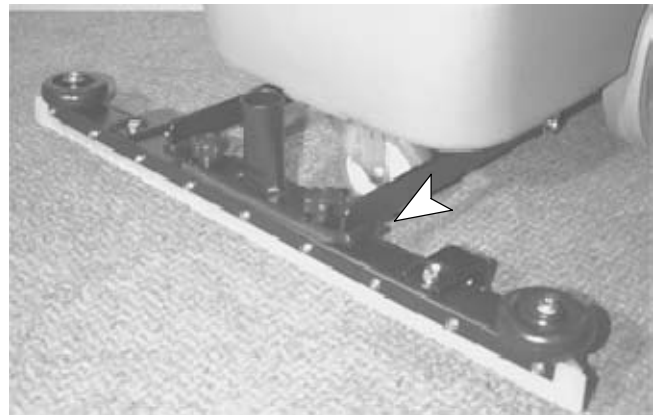

図 5
10. スクイジーアッセンブリーをブラケットに取り付け、2つのチョウネジを締めて固定します。(図5)